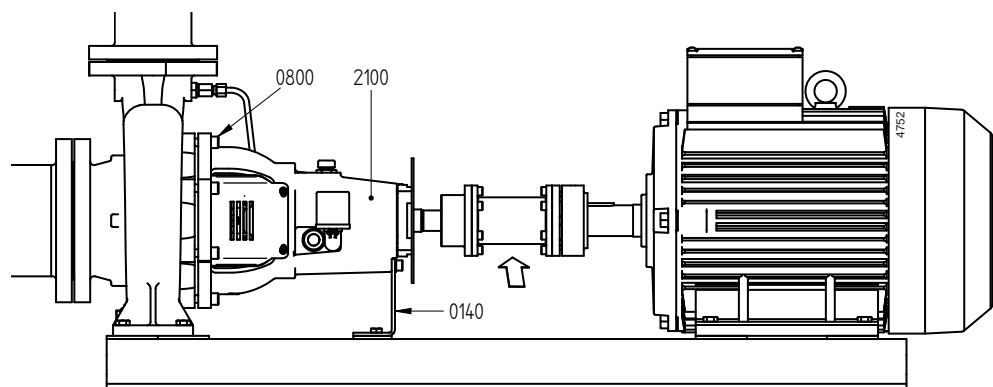

Abbildung 12: Back-Pull-Out-Prinzip.
- 3 Lagerstuhlstütze (0140) von der Fundamentplatte lösen, siehe Abbildung 12.